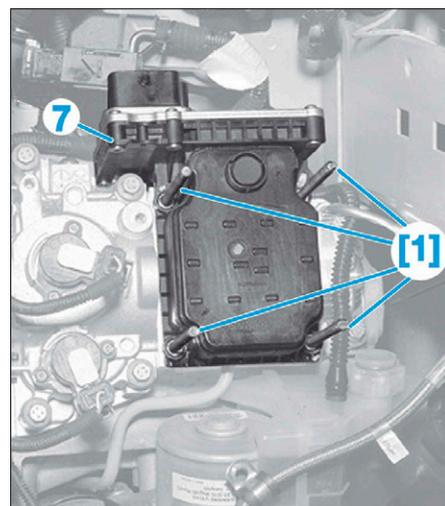

FIG. 13
- Remplacer les vis (6) par les piges de guidage [1] (Fig.13).
- Déposer le calculateur (7) à la main.